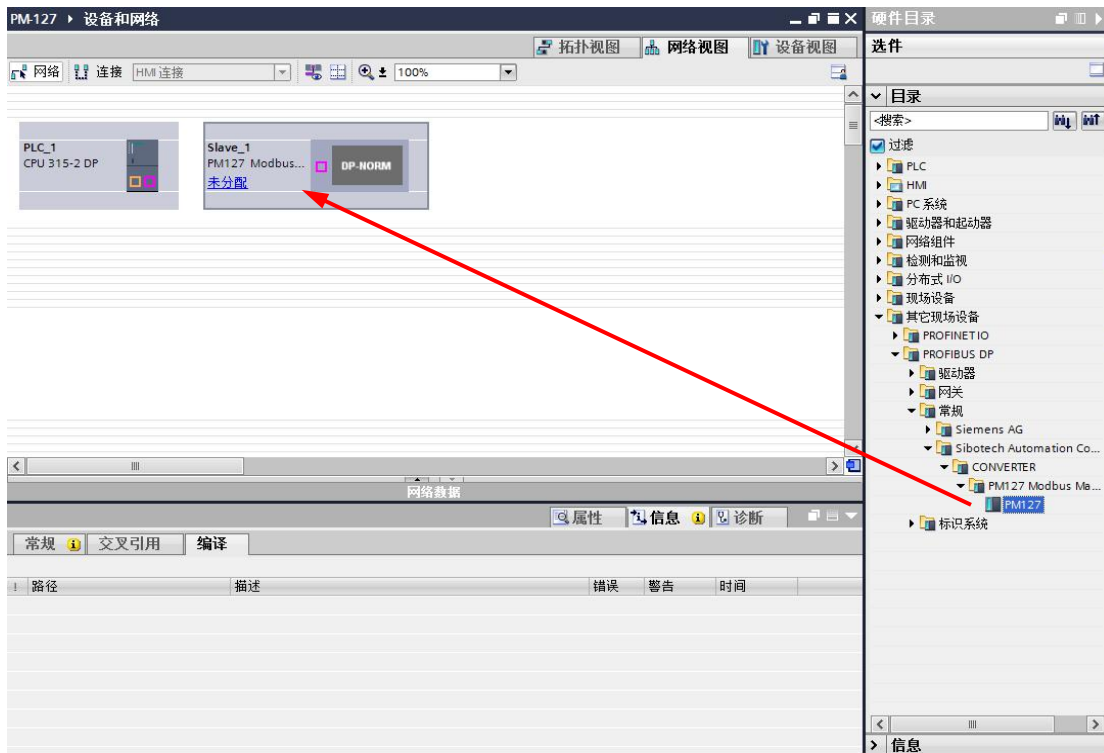

图 16 添加DTCA-1V01
3.4 在右侧目录窗口中添加DTCA-1V01 网关，选择 其他现场设备 > PROFIBUS DP > 常规 > Sibotech Automation Co.,Ltd > CONVERTER >DTCA-1V01 Modbus Master V5.0>DTCA-1V01 双击或拖动添加DTCA-1V01，如图 16 所示：